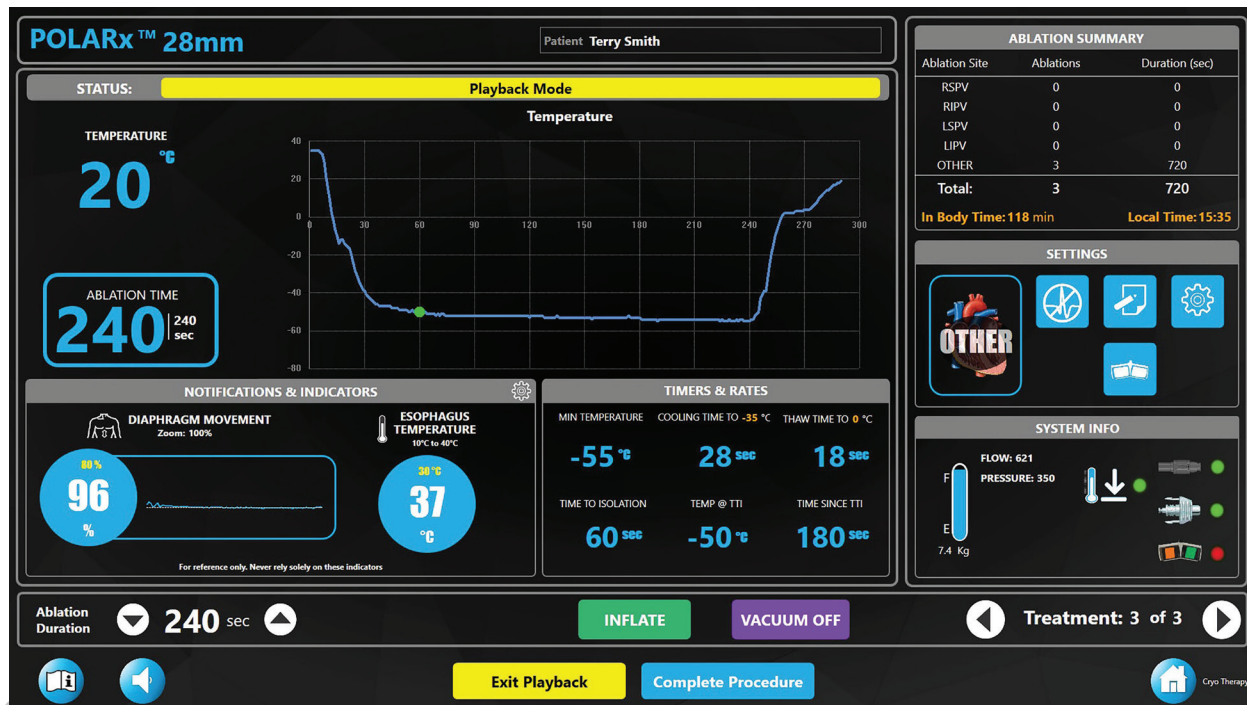
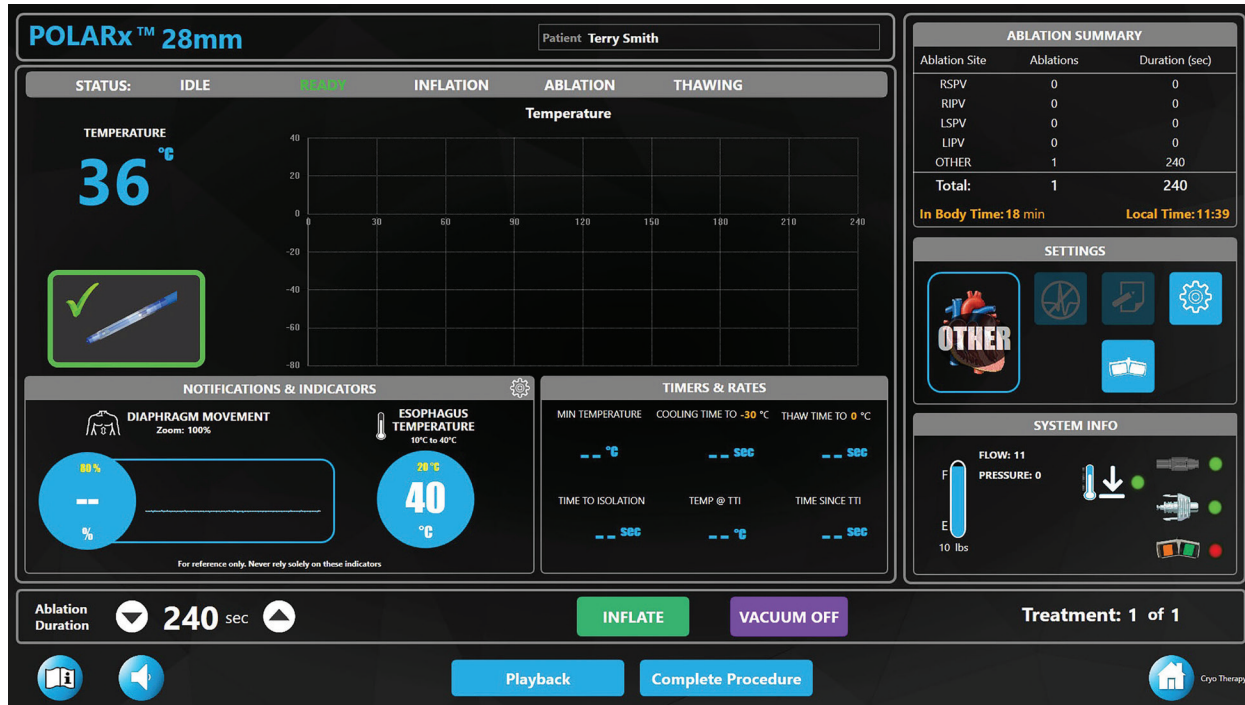

Abbildung 26. **Playback Mode** (Wiedergabemodus)
Abbildung 29. Zustand **READY** (Bereit) nach einer Ablation
- f. Wenn die Schaltfläche **Exit Playback** (Wiedergabe beenden) gedrückt wird, wird die Schaltfläche **PLAYBACK** (Wiedergabe) angezeigt. Das Drücken der Schaltfläche **PLAYBACK** (Wiedergabe) ermöglicht die Datenüberprüfung der vorherigen Ablationen. Die Schaltfläche **PLAYBACK** (Wiedergabe) drücken, um den Modus **Playback Mode** (Wiedergabe) aufzurufen, dargestellt in Abbildung 26.
- Die Pfeile auf dem Bildschirm **Treatment** (Behandlung) Abbildung 26 verwenden, um Daten zu vorangegangenen Behandlungen während des laufenden Verfahrens anzuzeigen.
1. Wenn die Behandlung abgeschlossen ist, auf dem Bildschirm Therapy (Therapie) die Schaltfläche **Complete Procedure** (Verfahren abschließen) drücken Abbildung 26 oder Abbildung 29.